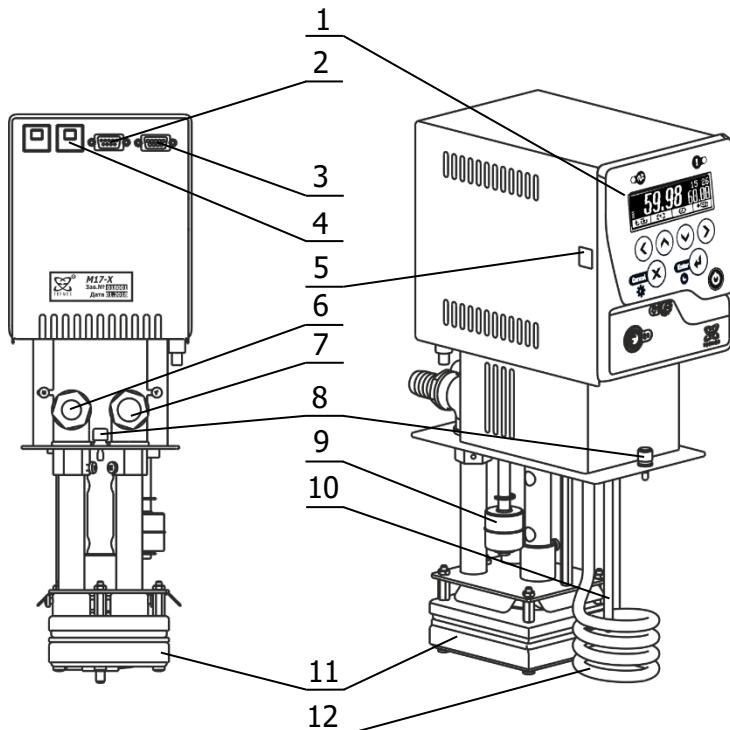

Рисунок 1 – Устройство блока регулирования
1.4.2 Работа блока регулирования заключается в поддержании заданной температуры теплоносителя, циркулирующего в ванне терmostата, а также, во внешнем потребителе в случае его подключения. Циркуляция теплоносителя обеспечивается насосом 11 (рисунок 1). Подача теплоносителя внешнему потребителю производится через штуцер 6, а его возврат в ванну терmostата — через штуцер 7.
2.2.2 Соединить шлангом-перемычкой из комплекта поставки входной 6 и выходной 7 штуцеры (рисунок 1) насоса блока регулирования. Закрепить шланг-перемычку на штуцерах, используя хомуты из комплекта поставки блока регулирования.